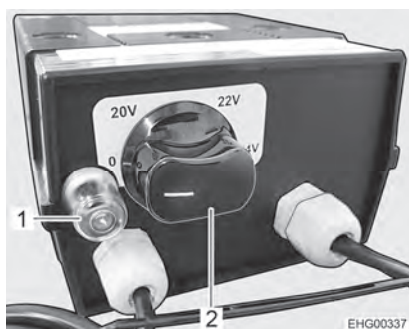

Fig. 119 Regulador para calentamiento eléctrico del piso
- Girar el regulador giratorio (Fig. 119,2) al nivel de calefacción deseado.
- Girar el regulador giratorio (Fig. 119,2) a la posición "0".
Cuando se sobrecarga el regulador, se activa la protección contra sobrecargas. El perno (Fig. 119,1) salta hacia fuera.
- Hundir el perno (Fig. 119,1) en la protección contra sobrecargas cuando se haya enfriado el regulador.